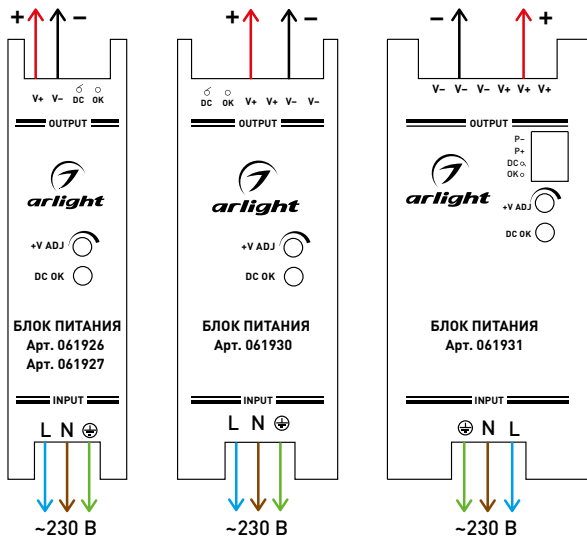

Рис. 1. Схемы подключения источников напряжения
- 3.5. Подключите входные провода источника напряжения к обесточенной электросети, соблюдая маркировку: L (фазовый) — коричневый провод, N (нулевой) — синий провод, $\oplus$ / PE (заземление) — желто-зеленый (рис. 1.).